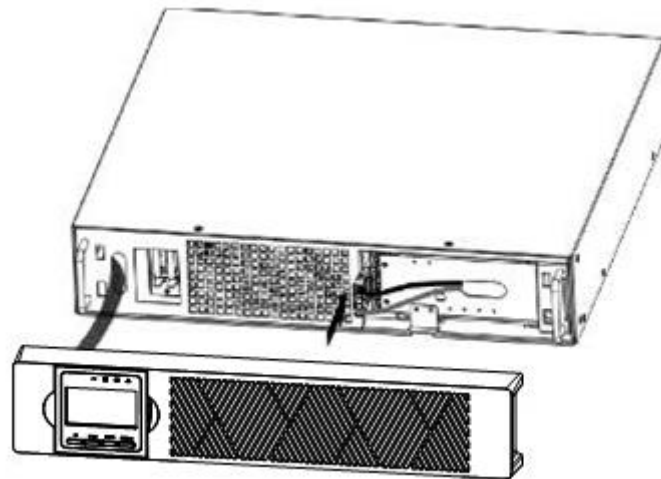

Figura 2: Collegare le batterie interne dell'UPS
- b) Collegare il connettore della batteria interna (Vedere Figura 2). Collegare il rosso al rosso, premere bene il connettore per garantire un collegamento corretto.